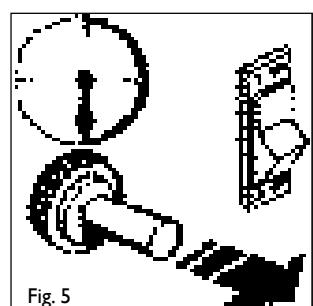

Fig. 5
- När flamman tänds ska du hålla ventilknappen intryckt i cirka 10 sekunder (bild 5). Om värmaren slockeyr när du släpper ventilknappen ska du vänta en minut, upprepa startproceduren och hålla ventilknappen intryckt längre.